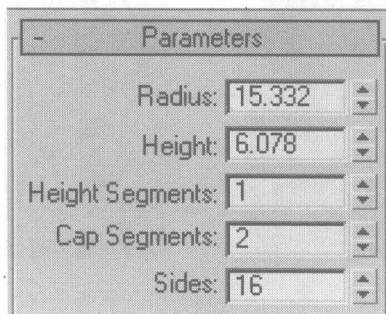

图 4.521
- 15** 回到 Modify 控制面板中，在 Parameters 卷展栏中设置圆柱体的参数，如图 4.521 所示。单击右键，在弹出的快捷菜单中选择 Convert to Editable Poly 命令，将其转换为可编辑的 Polygon 模型。